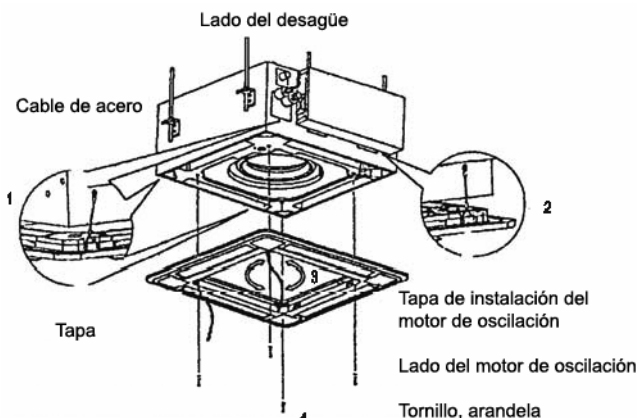

Figura 11
- a. Alinee correctamente el motor de oscilación del panel con el recogedor de agua del cuerpo. (Vea la figura 11)
- b. Cuelgue los cuatro cables fijos del cuerpo principal a la tapa de instalación y a las otras tres tapas del motor de oscilación (Vea la figura 11)
- c. Monte el panel en el cuerpo principal con un tornillo (M5X16) y una arandela. (Vea la figura 11)
- e. Ajuste ligeramente el panel en la dirección de la flecha de la figura 11 (3) para ajustar su centro al centro de la abertura del techo. Asegúrese de que los ganchos de las cuatro esquinas están bien sujetos.